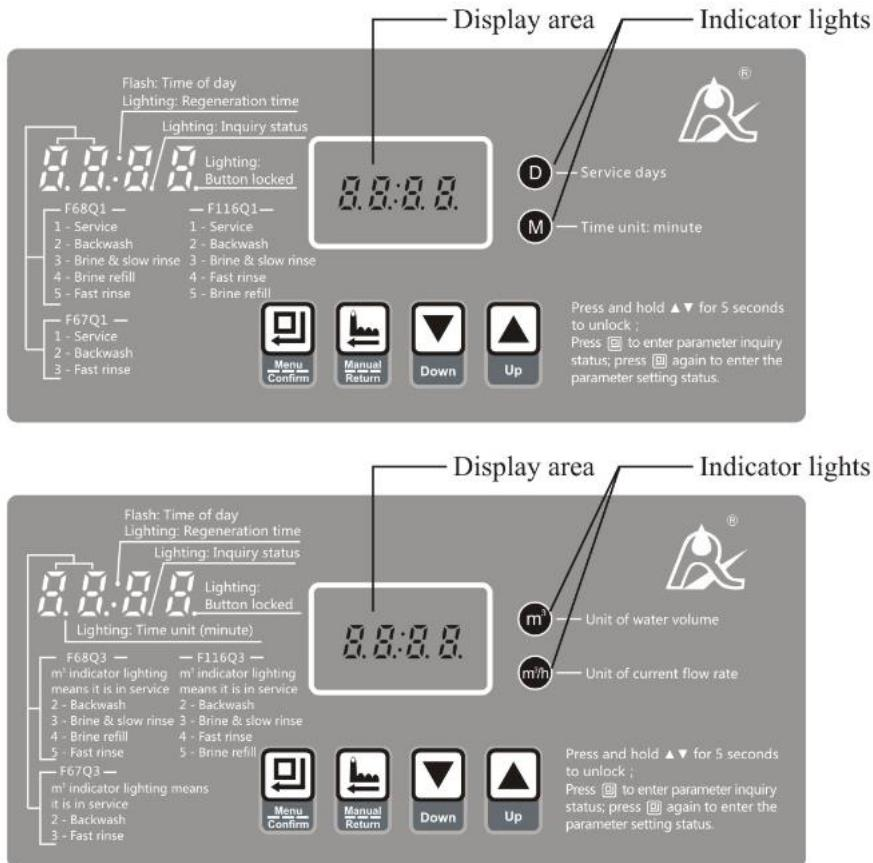

## Рисунок 1-5
**6. Монтаж солевой трубы (см. рисунок 1-5).**